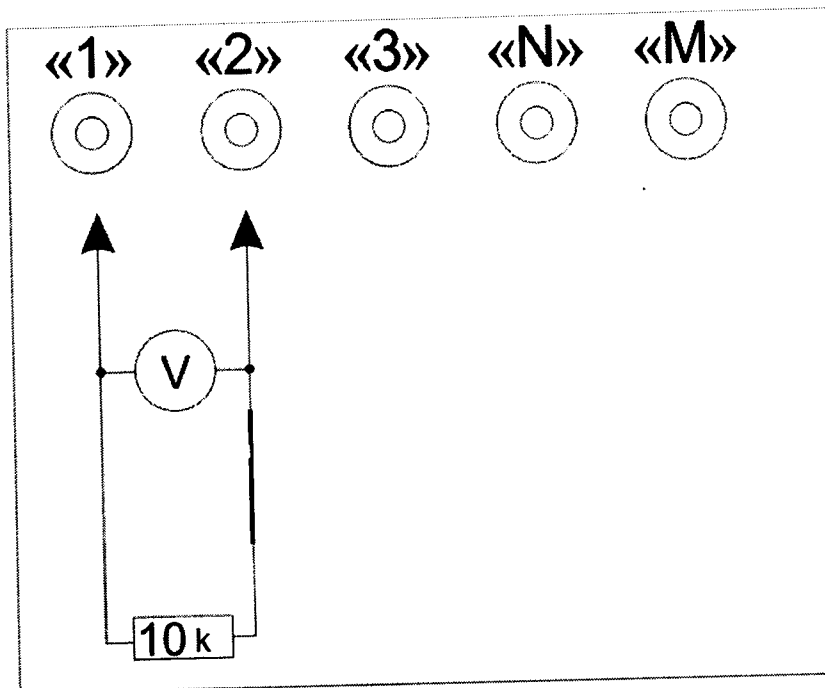

Рисунок 4.
4.2.1.1. Для поверки подключите нагрузку к УГИ (рисунок 4).